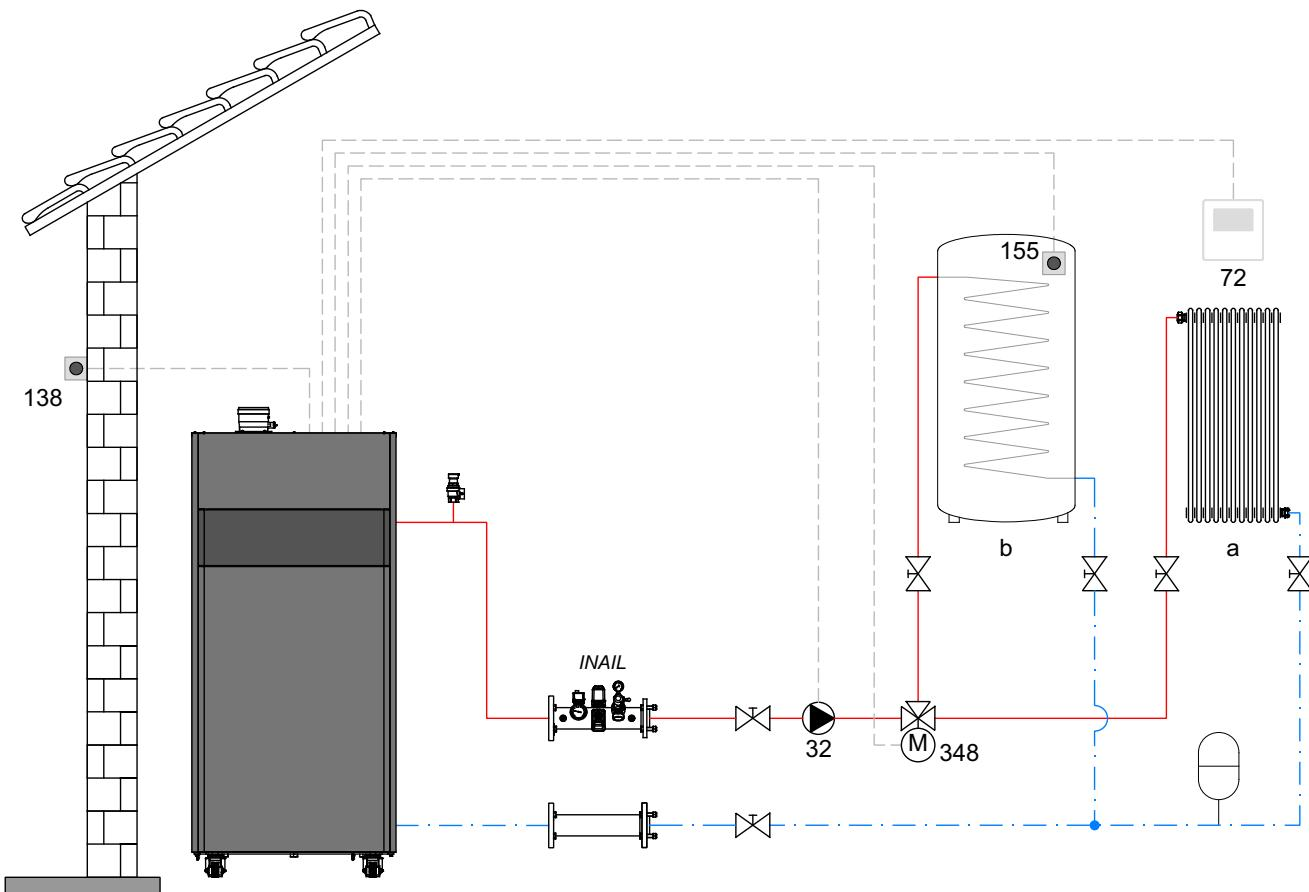
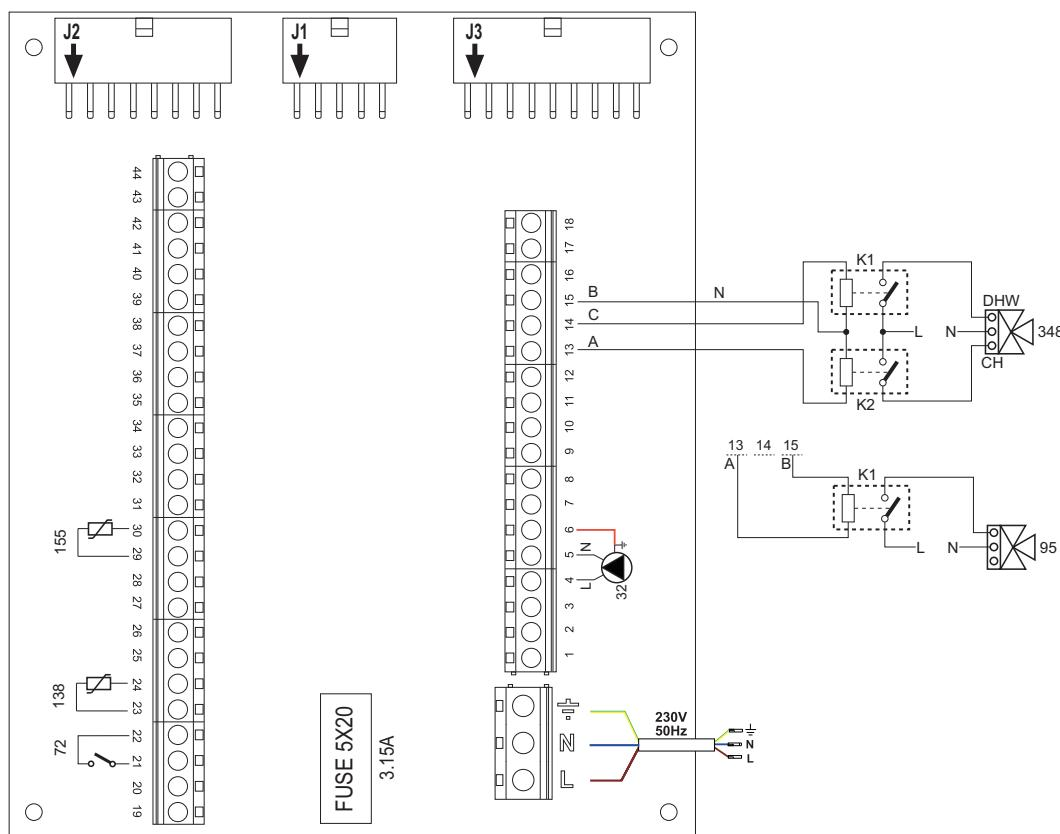

fig. 43
fig. 44
**Legenda (fig. 43 e fig. 44)**
**Per evitare danneggiamenti alla scheda, è consigliato l'uso di relè esterni per il pilotaggio della valvola a 3 vie, come da indicazione di fig. 44.**